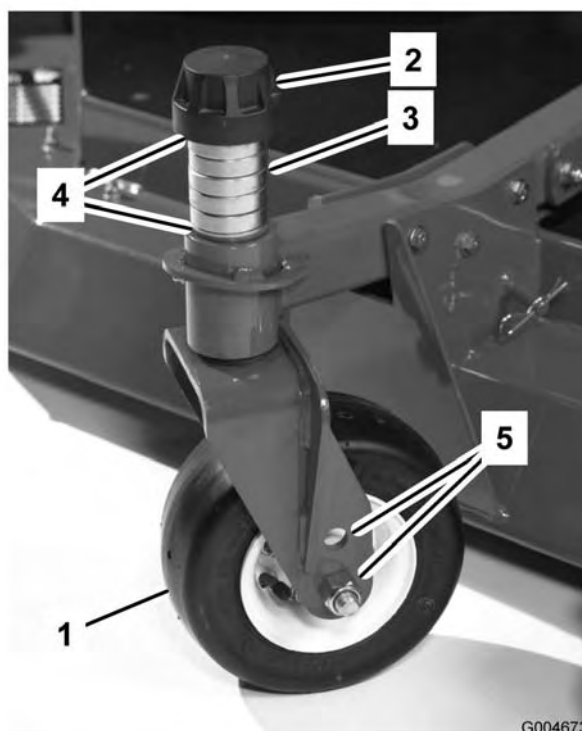

Figura 14
3. Retire a tampa de fixação do eixo roscado desloque o fuso (Figura 14) para fora do braço da roda giratória. Coloque ambos os calços (3 mm) no eixo, tal como se encontravam originalmente. Estes calços são necessários para atingir a mesma altura ao longo de toda a largura das unidades de corte. Desloque um número apropriado de cunhas de 1/2 polegada (consulte a tabela abaixo) para o eixo para obter a altura de corte desejada; em seguida, desloque a arruela para o eixo.